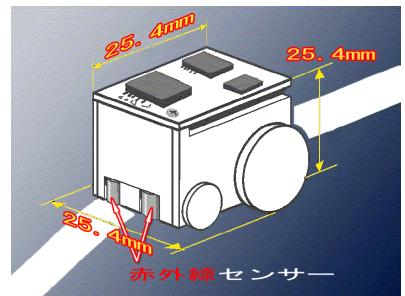

図2 マイクロライントレーサの大きさ
- 2-3 マイクロライントレーサの大きさは 1 インチ角つまり、全長 25.4mm、全幅 25.4mm、全高 25.4mm 以内（図2）でなければならない。ただし、競技規定2-4で定めるセンサ部に関してはこの限りでない。